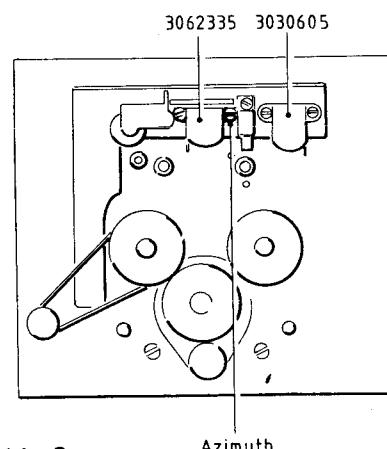

Abb. 9
Bei allmählich schlechterwerdenden Löscheigenschaften ist im allgemeinen ein Austausch des Löschkopfes (3030605, Abb. 9) erforderlich.
Sollten Pegelverluste bei hohen Frequenzen gemerkt werden, sind zunächst die Abgleich- und Prüfvorgänge unter den Punkten 9, 10 und 13 durchzuführen. Lassen sich die Datenangaben nicht erzielen, ist der Tonkopf (3062335, Abb. 9) folgendermaßen auszutauschen:
- c) Bei laufender Cassette (PLAY) rechte Befestigungsschraube des Tonkopfes (Abb. 9) für maximale Ausgangsspannung und Phasengleichheit beider Kanäle einstellen. Achtung: Nebenmaxima vermeiden!
- c) 333 Hz Sinuston einspeisen, an MP 1(L) und MP 2(R) den Spannungspegel auf -30 dBm (ca. 25 mV) mit dem Speisegenerator oder den Reglern INPUT einstellen. Dieser Pegel wird für den gesamten Abgleichvorgang beibehalten.
- d) 14 KHz Sinuston einspeisen, an MP 3(L) und MP 4(R) mit R 111(L) und R 112(R) den Spannungspegel auf -30 dBm einstellen.
- e) Auf 333 Hz zurückschalten, an MP 3 und MP 4 mit R 107(L) und R 108(R) den Spannungspegel auf -30 dBm einstellen.
- f) Punkte d und e wiederholen, um Pegelunterschiede zwischen 333 Hz und 14 KHz auszugleichen und dadurch einen linearen Frequenzgang zu erlangen. Läßt sich eine ausreichend lineare Wiedergabe bei hohen Frequenzen nicht erreichen, ist der Zustand des Tonkopfes (3062335, Abb. 9) zu überprüfen und ggf. gemäß Punkt 8 zu ersetzen.